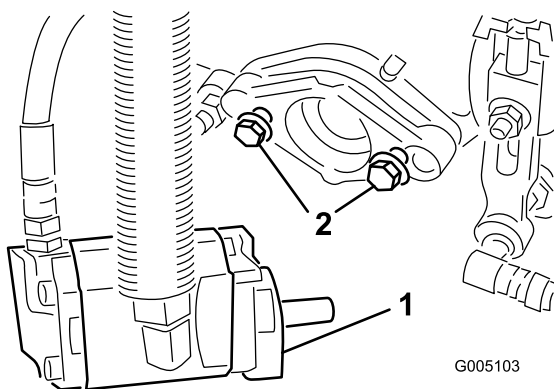

Figura 10
6. Assicuratevi che su ciascun bullone di montaggio del motore principale del cilindro sporgano circa 13 mm di filettatura (Figura 10).
8. Serrate i bulloni di fissaggio (Figura 10).